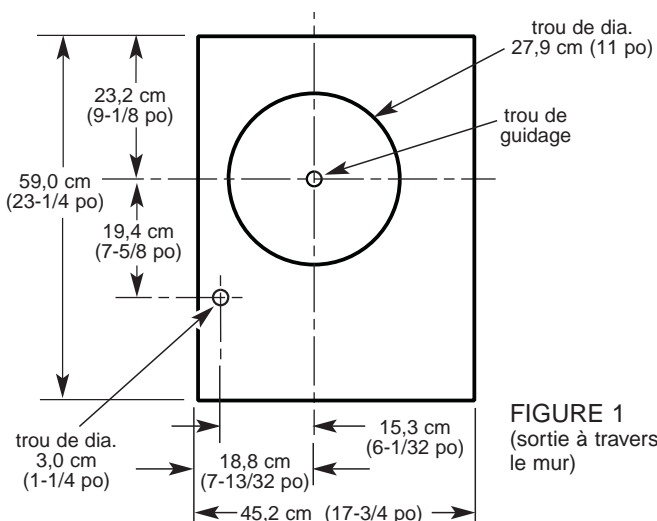

FIGURE 1
3. Tracer un rectangle de 45,2 x 59,0 cm (17 3/4 x 23 1/4 po) sur le mur – voir la FIGURE 1.
5. Tracer un cercle de diamètre 27,9 cm (11 po) autour du trou de guidage identifié à la FIGURE 1. Marquer le centre du trou de diamètre 3 cm (1 1/4 po) où passera le câble électrique – voir la FIGURE 1.
Pour le positionnement du trou de dia. 3 cm (1 1/4 po), utiliser les dimensions de la FIGURE 1 ou de la FIGURE 2 (Page 3).